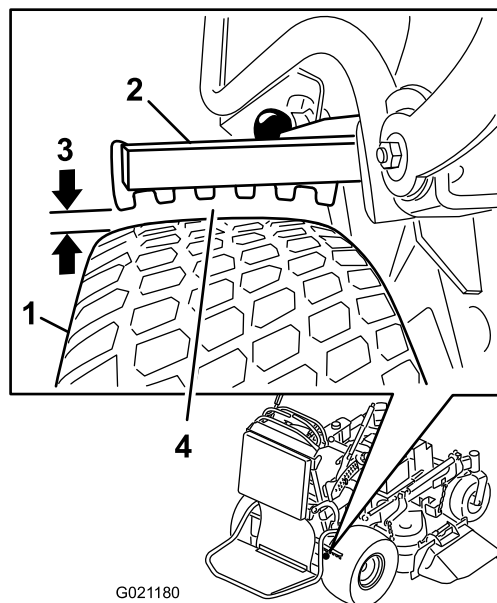

Figura 62
6. Utilizando o lado com menor folga, certifique-se de que distância é entre 3 e 6 mm, conforme indicado na Figura 62; consulte Ajuste dos travões \(página 47\) quando for necessário ajustar.
5. Rode a culatra (Figura 62).